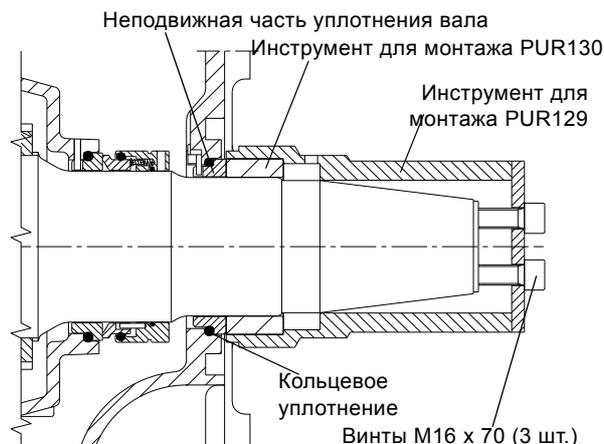

Рис. 41 Установка неподвижной части первичного уплотнения вала, типоразмер 78
2. Смазать и установить кольцевое уплотнение на неподвижную часть первичного уплотнения вала (105). Установить уплотнение вала на вал и прижать (H и G). См. рис. 41.